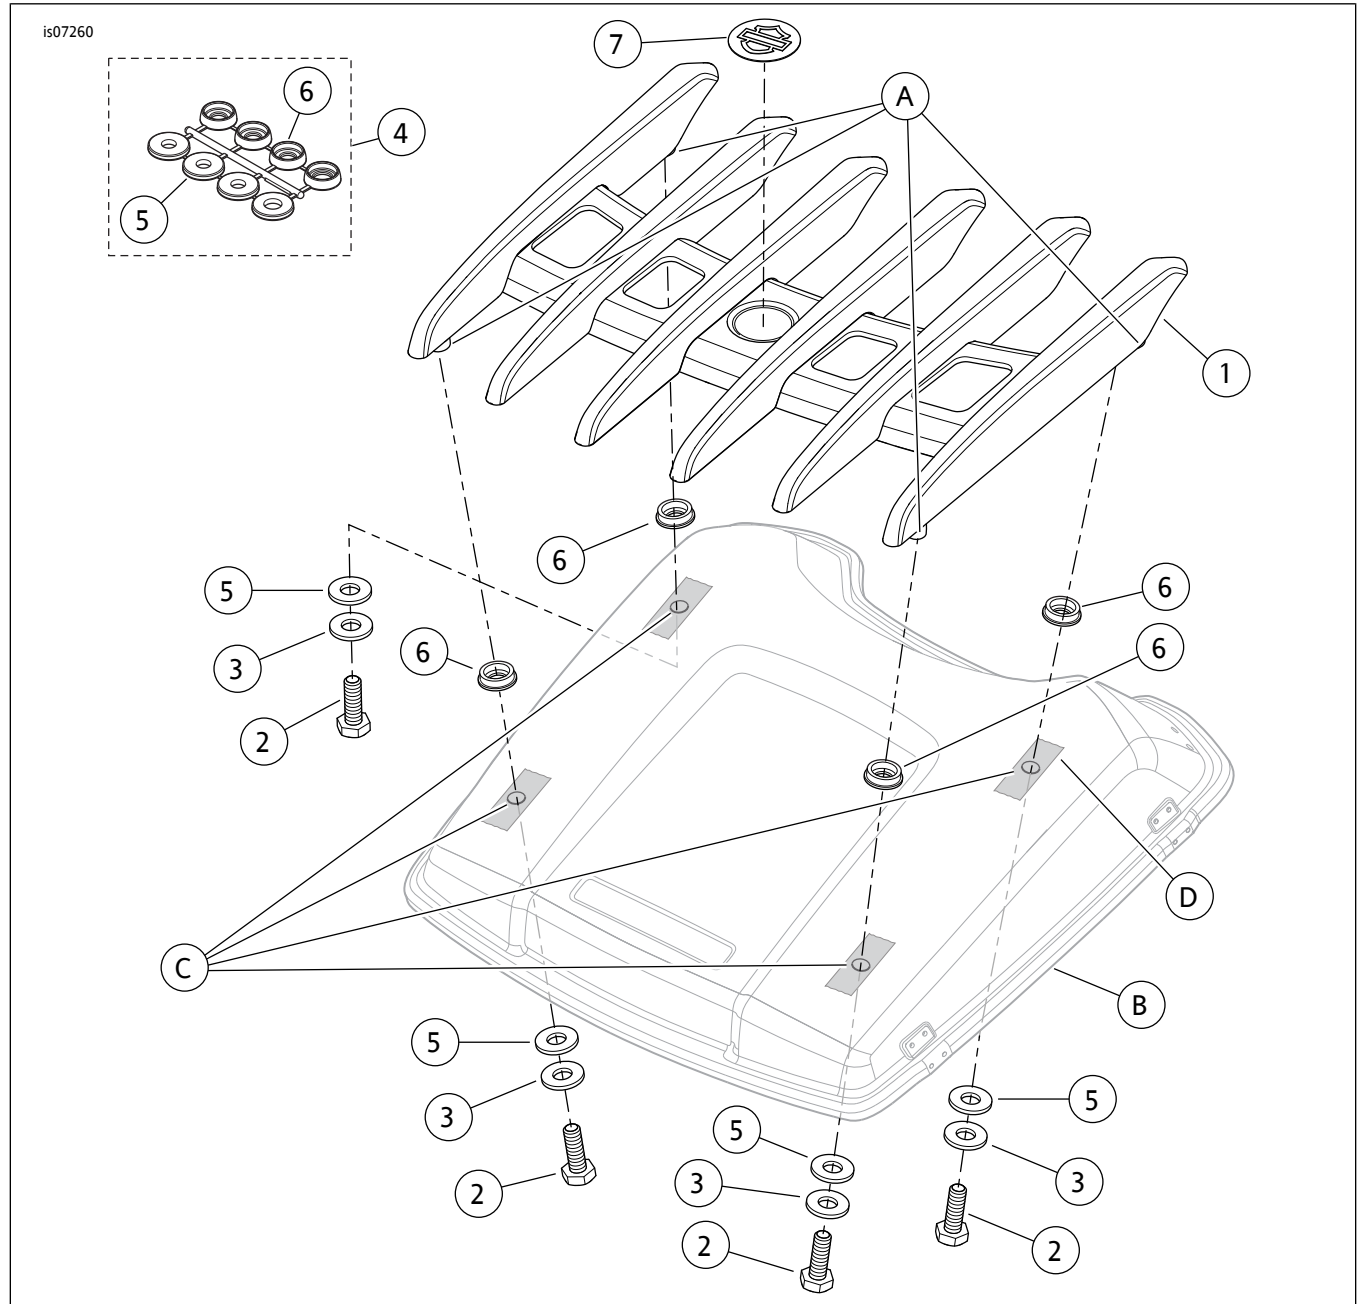

图1。维修零件：隐形Tour-Pak行李架套件
参见图1和表1。
2. 参见图1。从安装垫与垫圈组(4)中剪出四个安装垫(6)和垫圈(5)。